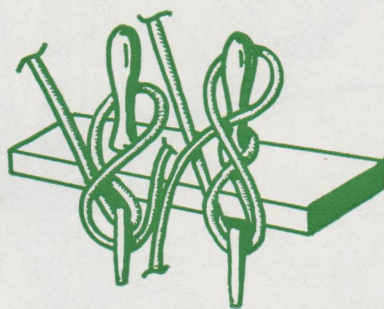
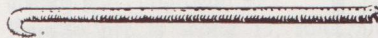

Fig. 171 - Come fermare le manovre alle caviglie.
Fig. 173 - Gancino che aiuta il modellista a fissare le manovre alle rispettive caviglie.
Via via che pennoni e vele verranno sistemati, l'estremità terminale di ogni loro manovra dovrà essere fermata alla rispettiva caviglia con il sistema mostrato nella fig. 171. Si tratta di un lavoro che richiede molta più pazienza di quanto possa sembrare a prima vista e che riuscirà sempre più complicato via via che aumenta il numero delle manovre già sistemate, in quanto occorrerà districarsi tra esse per poter attestare le nuove. Può aiutare molto in questo lavoro un pezzetto di ferro ricurvo (o il ferro ad uncino che adoperano le vostre donne di casa per il lavoro a maglia - vedi fig. 173) col quale sarà più facile agguantare il filo che ci interessa per poterlo fermare definitivamente.
Fig. 173 bis - Sartia doppia (A) e sartia semplice (B).
- 6 e 7 - Bozzelli doppi di 4 mm. sul pennone di bompresso (14) per il passaggio degli imbrogli (9) della civada (87) e della scotta di controcivada (88);
- 8 - Braccio del pennone di bompresso (1). Parte dal pennone di bompresso (14), passa dal bozzello 401 e si ferma alla galloccia 402. Le gallocce 402 si trovano una sul bompresso (per il braccio destro) e l'altra ai piedi dello stesso albero (per il braccio sinistro);
- 9 - Imbrogli della civada. Dal pennone di bompresso (1) al bozzello 10, poi al 6 (o 7) e si fermano alla caviglia 446;
- 12 - Bozzello sempl. mm. 4 per tesare la scotta (13) della civada (87);